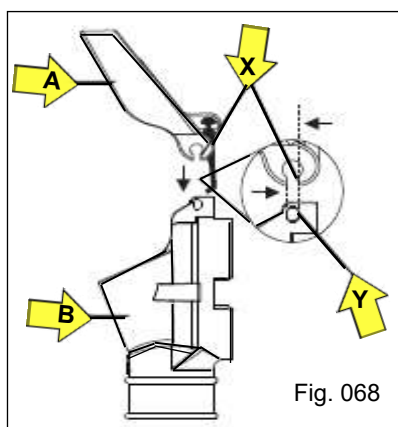

Fig. 068
a) Incline a tampa do bocal "A" de forma que a mesma fique alinhada com a face plana do canal oblongo "X", direcionando ao encaixe "Y" do pino do bocal (Fig. 068).